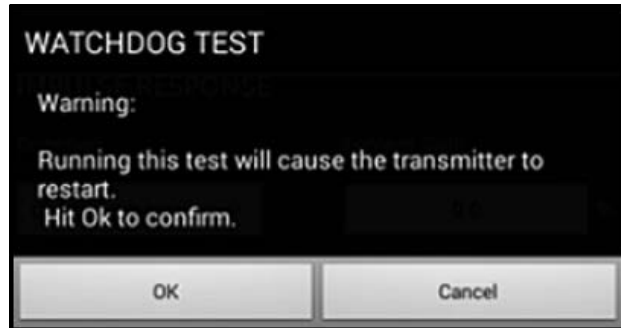

图 115: 监控器测试警告
2. 如果运行监控器测试，工作正常的 PT900 会重启，且会显示类似于下面图 115 的警告消息。